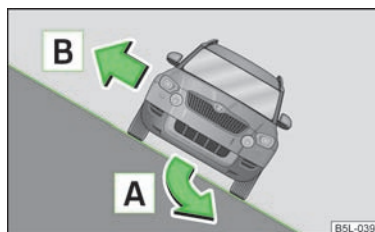

Fig. 139
Si existe la amenaza de vuelco, conducir en línea de pendiente  » fig. 139 y acelerar un poco.
Si el vehículo se para en una posición diagonal en la pendiente y usted y sus acompañantes deben bajarse, todos los ocupantes deben bajarse por el lateral del vehículo que indique hacia arriba  » fig. 139.
- Antes de conducir en diagonal por la ladera **A** » fig. 139, hay que fijarse en que se pueda conducir en línea de pendiente. Si se conduce en diagonal por la pendiente y el vehículo tiende a volcarse, se debe entonces maniobrar inmediatamente cuesta a bajo en la línea de pendiente y acelerar un poco.
- Si el vehículo se queda en una posición muy transversal en una pendiente, nunca hay que bajar del vehículo cuesta abajo. Abandonar el vehículo siempre con sumo cuidado por el lado que señala pendiente hacia arriba **B** » fig. 139.